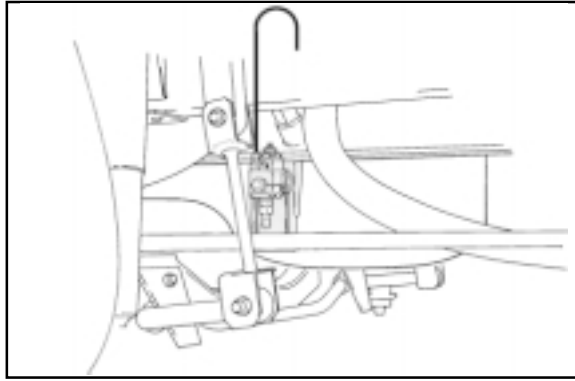

fig. 21 Conexión del sensor de nivel
- Conectar el tubo de desaire (fig. 21). Colocar el conducto de desaire para ello preferiblemente 50 cm aprox. hacia arriba y a continuación 10 cm hacia abajo para evitar que penetre el agua y la suciedad.